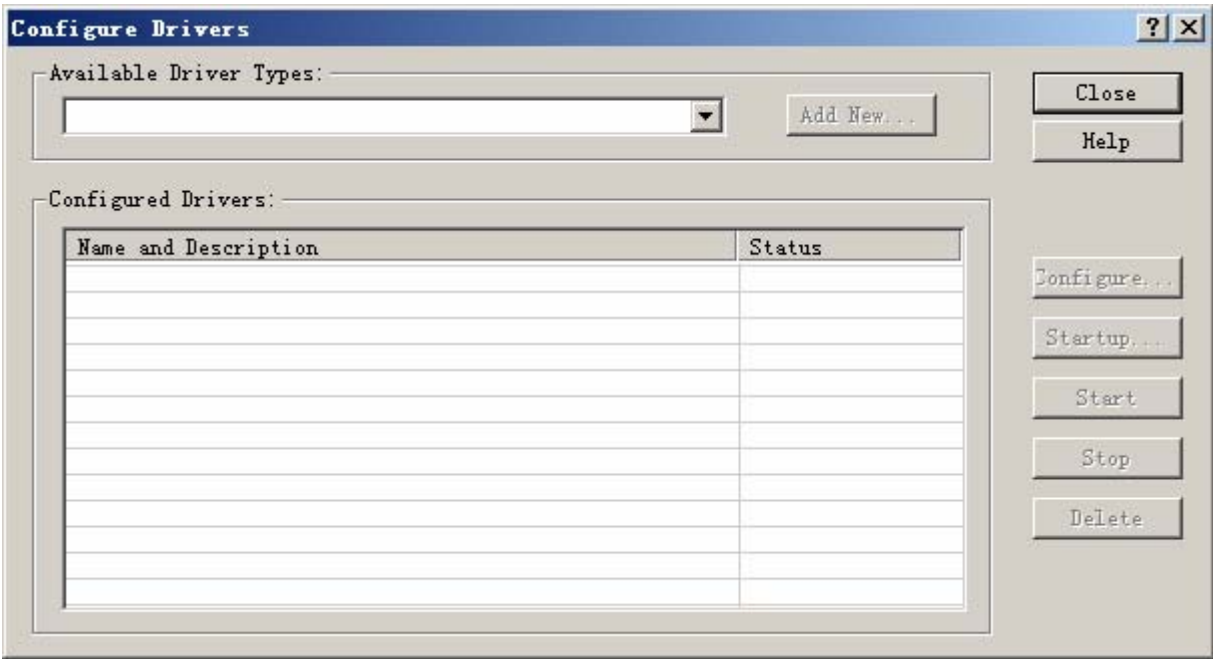

图 8-3 驱动配置
2. 选择菜单命令【Communications/Configure Drivers...】，或点击上方工具栏中的按钮，打开“Configure Drivers”界面，如图 8-3 所示，进行驱动配置。
3. 在如图 8-3 所示界面中，在“Available Driver Types”中选择“EtherNet/IP Sriver”，然后单击右侧的右侧“Add New...”按钮，弹出界面如下图所示，添加新的EtherNet/IP驱动。